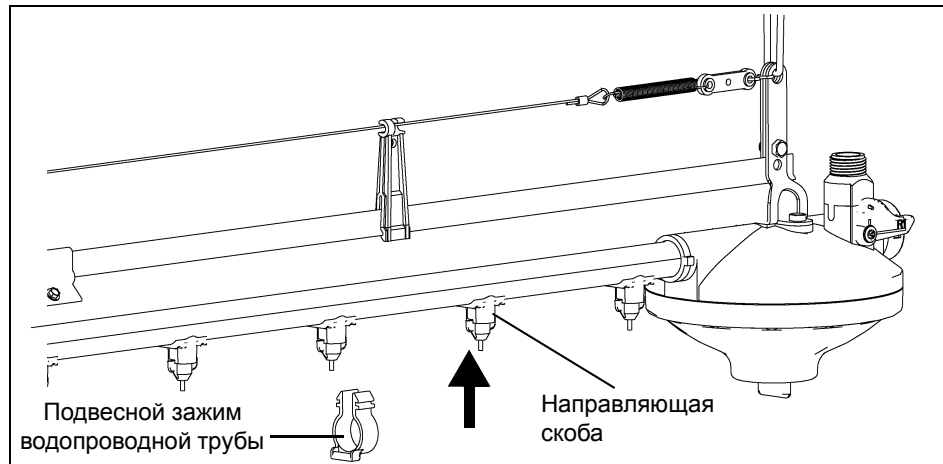

Рисунок 7F
3. Закрепите водопроводную трубу на рельсе, поместив подвесной зажим водопроводной трубы под водопроводную трубу и защелкнув его на рельсе. Рельс должен входить в первый паз от верхней части. (см. рисунок 7F.)
- а. Чтобы правильно центрировать систему, как минимум два (2) подвесных зажима водопроводной трубы должны фиксироваться в направляющих скобах. Желательно рядом с концами секций водопроводной трубы.
- б. На каждые десять футов (10') водопроводной трубы требуется шесть (6) подвесных зажимов. Размещайте зажимы как можно более равномерно.